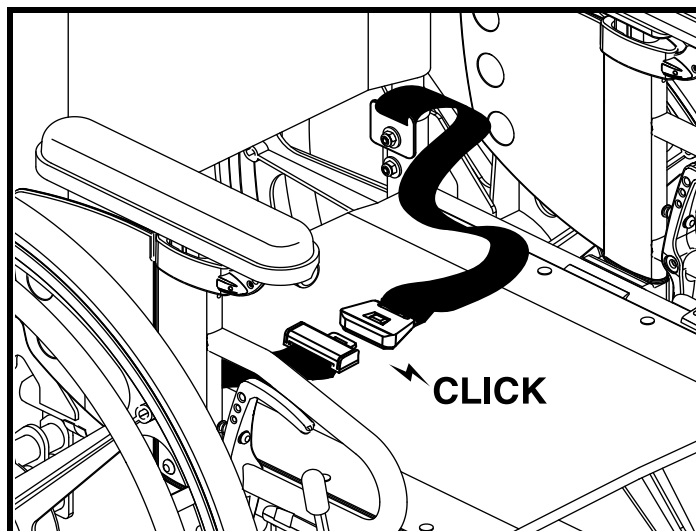

Figure 36. Réglage du ceinture de positionnement
1. Prenez place sur le fauteuil, insérez l'onglet de métal dans le boîtier en plastique sur le côté opposé jusqu'à ce que le « clic » se fasse entendre. See figure 36.